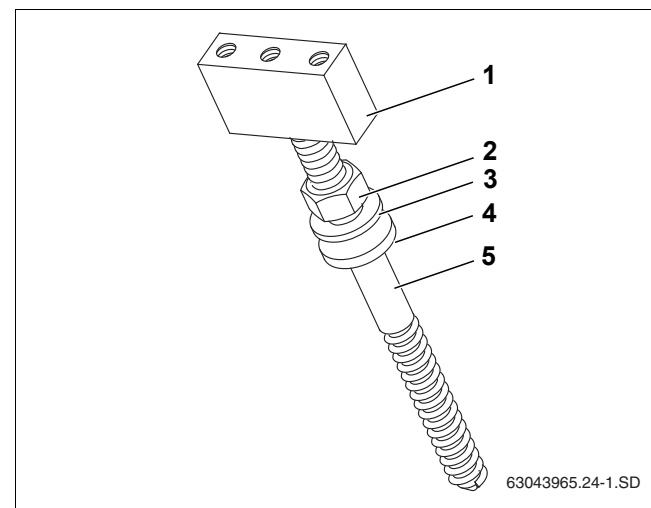

Рис. 23 Порядок сборки шпильки
- ▶ При монтаже шпилек соблюдайте последовательность сборки (рис. 23).
- ▶ Заверните до упора бобышку (рис. 23, [1]) на шпильке (рис. 23, [5]).